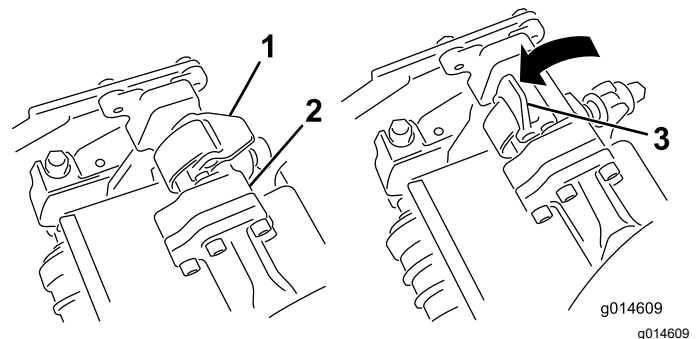
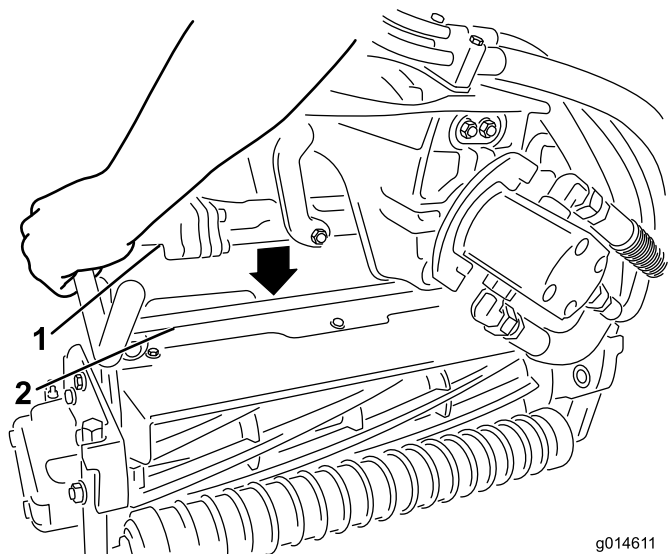

Figura 53
Figura 54
4. Abra los enganches de la barra del brazo de suspensión (Figura 53) y empuje hacia abajo el brazo de suspensión hasta que la barra encaje sobre ambos brazos de inclinación de la unidad de corte, y asegúrese de que los cierres pasan por debajo del travesaño de la unidad de corte (Figura 54).
- Presione los enganches hacia abajo alrededor de la barra de la unidad de corte y bloquéelas (Figura 53).
- Abra los enganches de la barra del brazo de suspensión de la unidad de corte que está retirando (Figura 53).